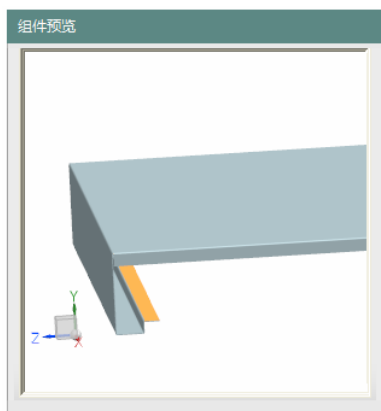
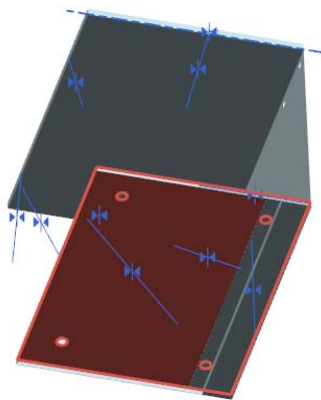

图 11-274 选择相配部件
图 11-275 选择基础部件
(3) 在视图区选择相配部件和基础部件，如图 11-274 和图 11-275 所示。单击  按钮。